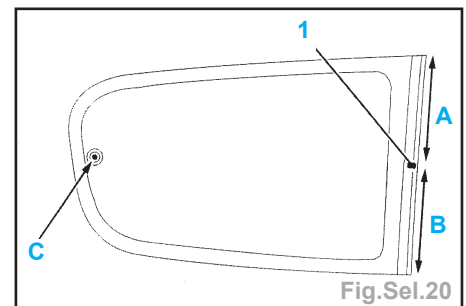

Fig.Sel.20
Important : lors de la découpe des cordons de colle, faire bien attention à ne pas détériorer le joint collé de vitre de custode ainsi que l'agrafe (1) collée sur la vitre de custode (Fig.Sel.20) A et B = 210 mm.